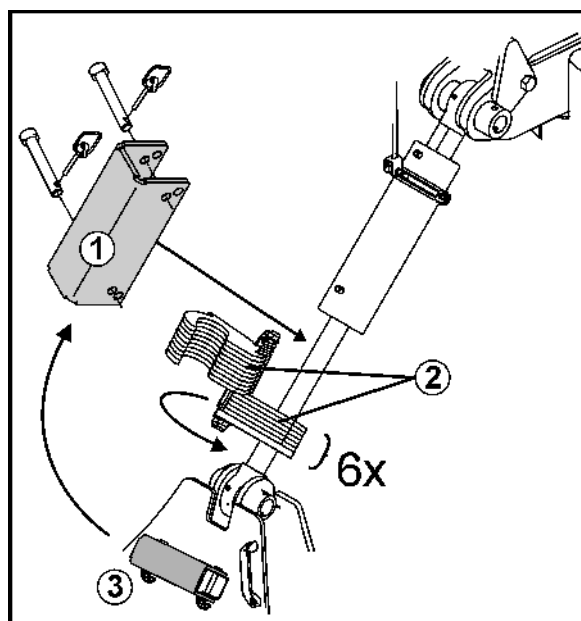

Fig. 8
Mekanisk sikring på understellsylinder (Fig. 8/1) mot utilsiktet senking av tindene ved vedlikeholdsarbeider
2. Sving 6 distanseelementene (Fig. 8/2) på stempelstangen
3. Ta ut sikringen fra parkeringsstillingen (Fig. 8/3).